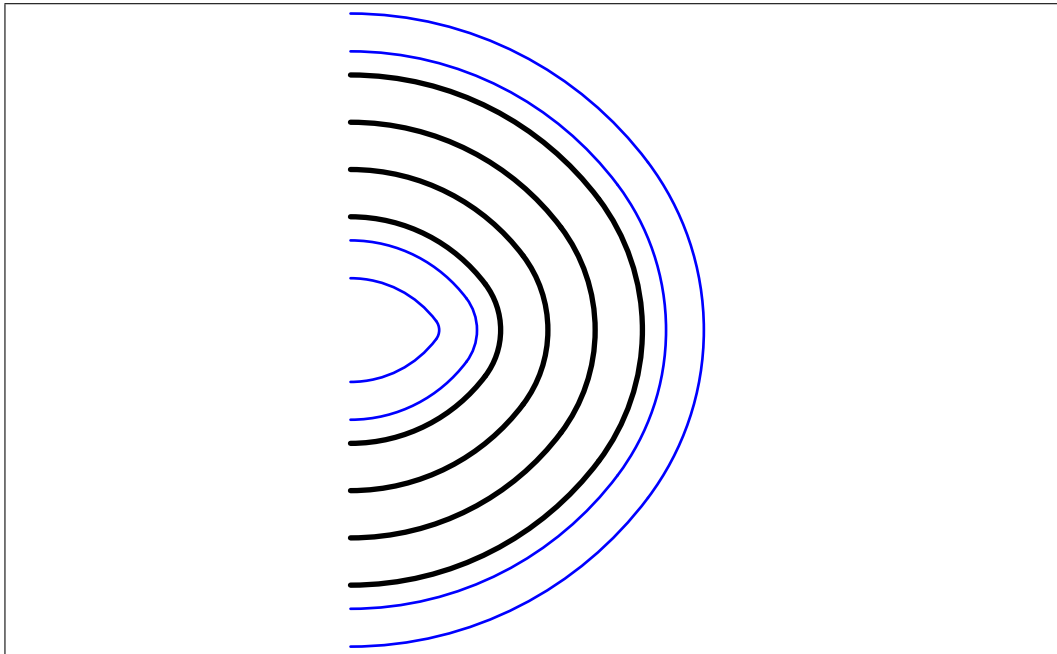

FIGURE 12: La module 418 au 1 :20.
Il s'agit d'un virage de 180° . Il est composé de trois virages standards (407). Figure 12 page 10.